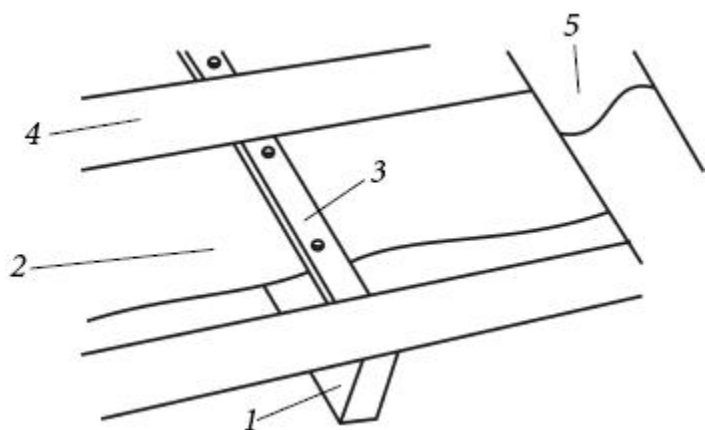

Рис. 49. Устройство
1. Поверх стропил укладывают слой гидроизоляции (внахлест с изоляцией стыков строительным скотчем), затем рейки контробрешетки. По ней прибивают обрешетку, перпендикулярную стропилам, с шагом, соответствующим размеру листов металлочерепицы. В зависимости от выбранной схемы теплоизоляции стропильной конструкции, порядок перечисленных слоев может быть несколько иным, но листы металлочерепицы в любом случае укладывают по обрешетке с оставленным под ними вентиляционным зазором (рис. 49).